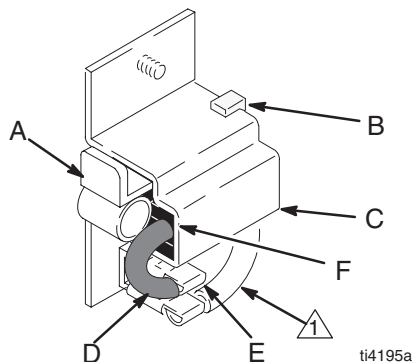

Fig. 9
1. Fig. 9. Instale la nueva escobilla (F), con el hilo conductor, en el portaescobillas (C).
3. Fig. 9. Instale la abrazadera de resorte (A). Introduzca el gancho (B) en el portaescobillas (C).